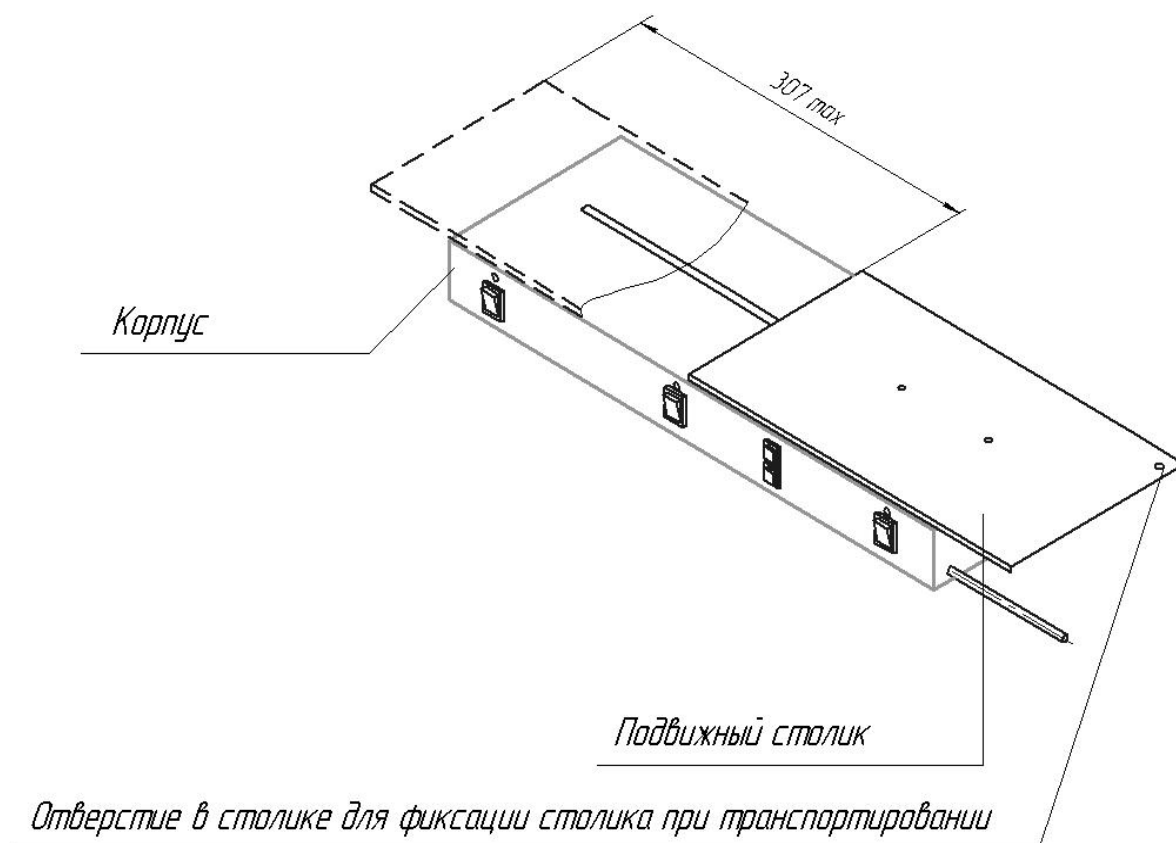

Рис. 1.5.10 Миниконвейер
4) Миниконвейер МК (рис.1.5.10) содержит подвижный столик, перемещаемый вручную, и связанный с ним датчик синхроимпульсов, пропорциональных линейному перемещению столика с маркировочным изделием, над которым на штативе неподвижно закреплена ПГ (рис. Г1) и фотодатчик наличия объекта, выдающий сигнал начала печати. Синхроимпульсы поступают в БМ, который формирует на каждый синхроимпульс один столбец изображения. При этом, независимо от изменения скорости перемещения столика, обеспечивается отсутствие искажений наносимой марки.